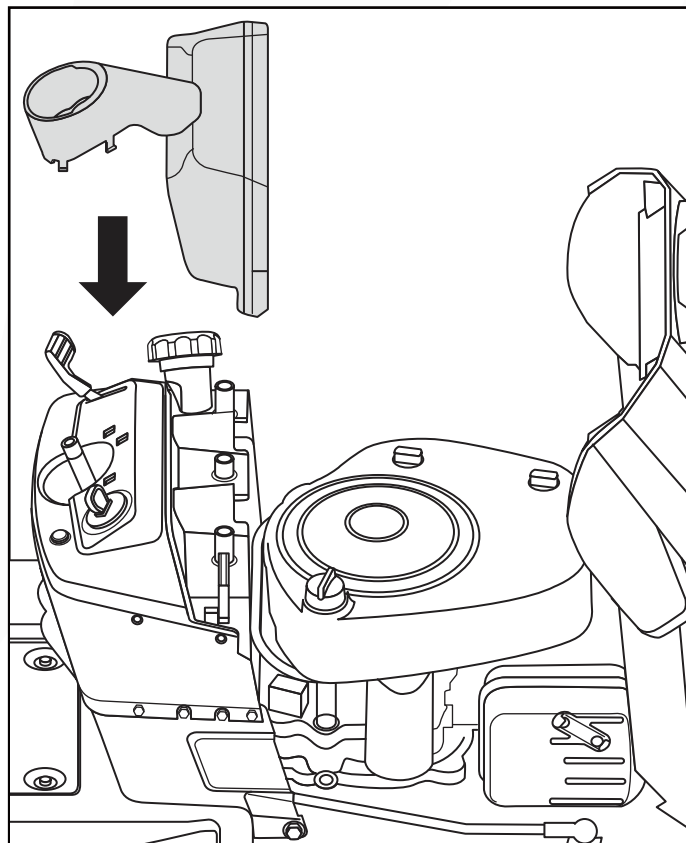

Fig. 2
1. Abra la cubierta del motor e instale el cobertor del tablero en su lugar. (Fig. 2)